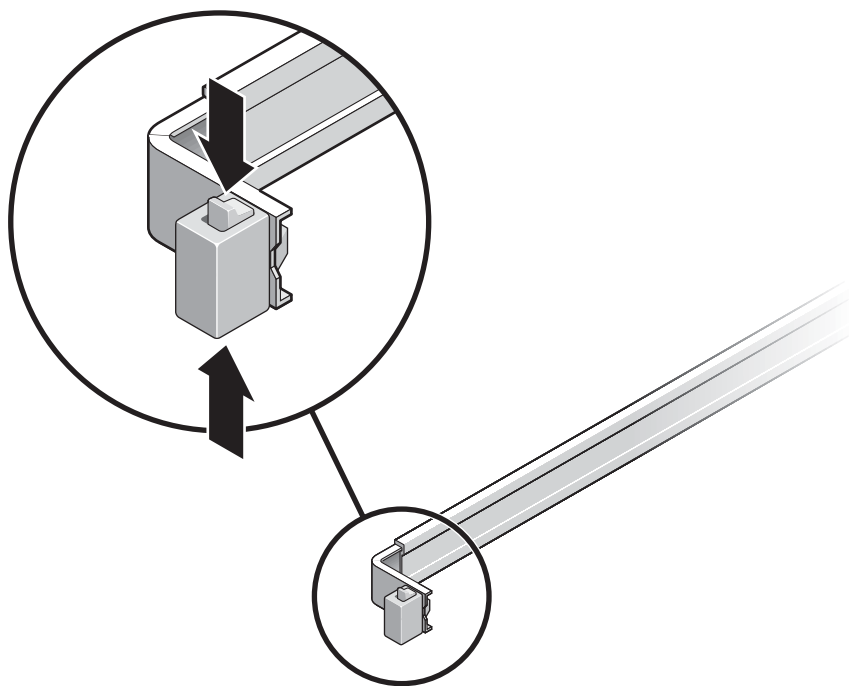

図 2-12 スライドレール構成部品のロックの解除
2. シャーシの右側および左側のスライドロックボタンのロックを解除して (図 2-12)、スライドレールが止まるまでサーバをゆっくりとラックから引き出します。